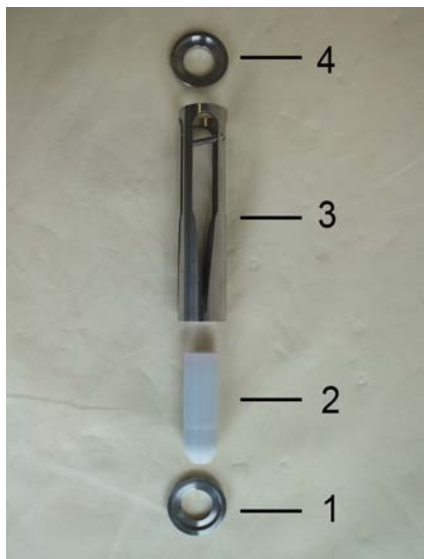

Abb. 37: Inneneteile SW-04
5. ➔ Zentrierscheibe (Eingang) (Abb. 37/1), Schwebekörper (Abb. 37/2), Schlitzdüse (Abb. 37/3) und Zentrierscheibe (Ausgang) (Abb. 37/4) als Innenteile des Strömungswächters